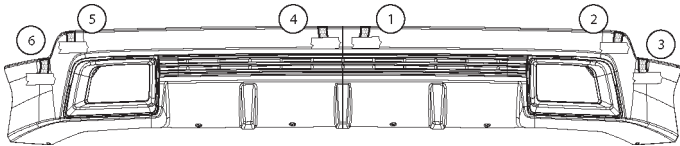

FIGURA 15
25. Conecte las lengüetas guía de cinta adhesiva al exterior de la parte. Consulte la figura 15.